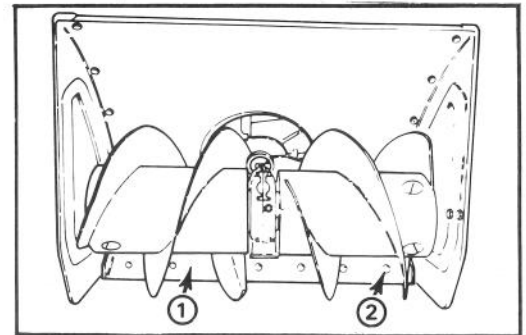

Abbildung 19
3. Als nächstes die Sicherungsschrauben (6), die die Schürfleiste mit dem Schneckengehäuse verbinden, lockern (Abb. 19).